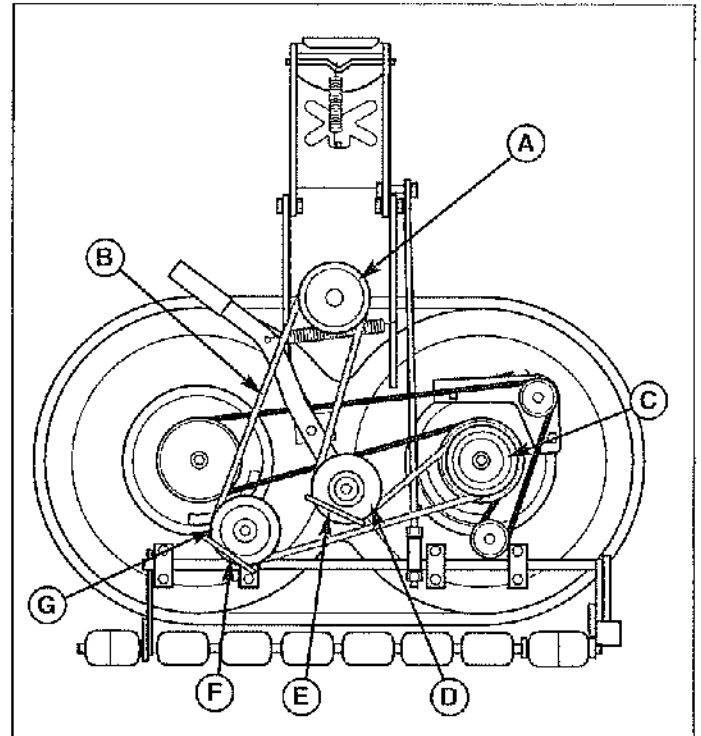

Figure 65. Remplacement de la courroie de la PDF
3. Noter la position des guides de courroie du galet tendeur (E et F, figure 65) une fois installés. Desserrer les vis à tête du galet tendeur et retirer la courroie des galets tendeurs (D et G).
4. Installer la nouvelle courroie (B) comme l'indique le schéma. Une fois la tondeuse installée sur le tracteur, la courroie s'enroule autour de la poulie de l'embrayage de la PDF (A), du galet tendeur arrière (D), de la poulie d'entraînement de la tondeuse (C) et du galet tendeur trapézoïdal (G).